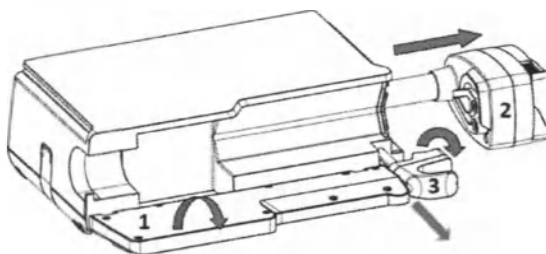

Рис. 15. Установка шприца. Шаг 1.
1. Откройте дверцу насоса (1). Нажмите ручку толкателя (2) и вытяните толкатель до упора вправо. Затем потяните зажим цилиндра шприца (3) на себя до упора и поверните его вправо, как показано на рис. 15.